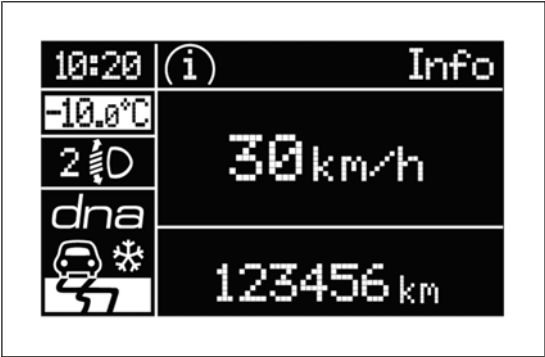

fig. 74
- ☐ **All Weather Mode** fig. 74